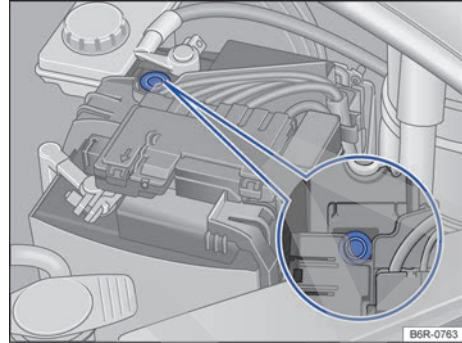

Fig. 109 En el compartimento del motor: ejemplo de posición del visor en el lado superior de la batería del vehículo.
- El visor redondo → fig. 109 en la parte superior de la batería del vehículo cambia de color dependiendo del nivel del electrolito.